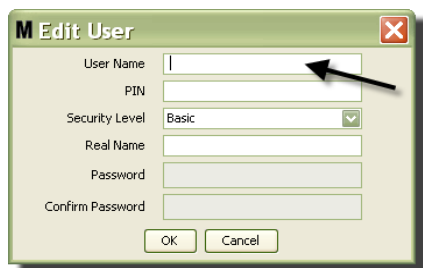

FIG. 74
3. Het scherm voor bewerking van de gebruiker zoals in FIG. 74 wordt weergegeven. Dit scherm wordt gebruikt om de gebruikersnaam, PIN (persoonlijk ID-nummer), het beveiligingsniveau, de echte naam (optioneel) en - indien nodig - een wachtwoord op te geven.
1. Selecteer het gebruikersprofiel dat u wenst te wijzigen met de muis. Klik op de knop Wijzigen om het scherm voor bewerking van de gebruiker (FIG. 74) weer te geven.